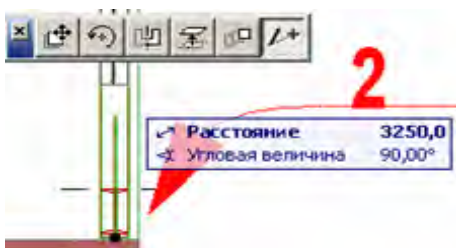

Рис. 118
Перемещайте объект ограждения влево таким образом, чтобы его правая верхняя узловая точка коснулась правого верхнего угла стены возле стрелки 2 (рис. 118). В тот момент, когда эта точка объекта ограждения находится на расстоянии 2-3 пикселей от угла стены, прямоугольная узловая точка изменится на толстый прямоугольник, указывая тем самым, что программа восприняла это как факт совпадения этих двух угловых точек.
7. При все еще выбранном ограждении переведите курсор в его нижнюю центральную узловую точку ограждения, активируйте последнюю кнопку в локальной панели и протяните контур ограждения до столкновения со стеной в точке 2 (см. рис. 118).